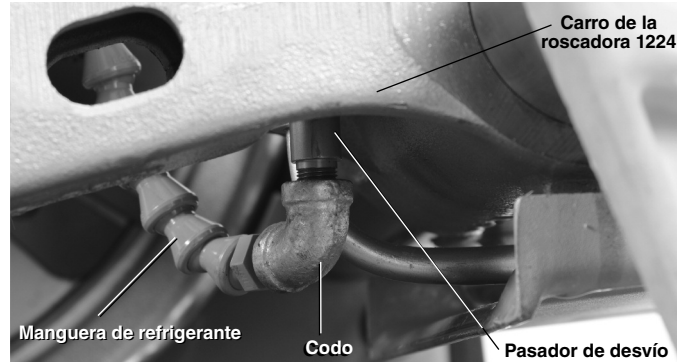

Figura 3 – Pasador de desvío colocado en su sitio
2. Introduzca el pasador de desvío en el agujero de desvío que está debajo del carro. Oriente el codo hacia la manilla del carro. Con un martillo, golpee el pasador para que quede bien metido en el agujero (Figura 3).